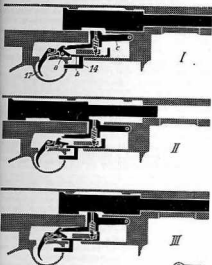

Fig. 4
**Riegel (13)** mit Griff, Spannstoßen und Riegelfeder, als Vorrichtung zum Öffnen des Verschlusses. (Während des Schiessens bleibt der Riegel unbeweglich in seiner vorderen Stellung.)
**Sicherungsschieber (14)** zum Sichern der Waffe. Er dient ebenfalls als Umsteller für Serien- und Einzelfeuer.
**Magazinbefestigung**, bestehend aus dem Magazinhalter (15) und der Magazinhalterfeder. Hinter dem Magazinhalter ist eine Nase (16) angebracht, die eine unabsichtliche Betätigung des Magazinhalters bei der Handhabung der Waffe verhindert.
**Abzugvorrichtung**, bestehend aus dem Abzug (17), der Abzugfeder, dem Fanggelenk, der Fanggelenkfeder und dem Fanggelenkzulöser (vgl. Ziff. 10—16 und Fig. 4).
**Sperriegel (18)** als Sicherung der Verbindung zwischen Mantelrohr und Verschlusskasten.
**Verschlussmutter (19)** mit Schraubverschluss, ferner mit der Schließfeder (20) und dem Führungsstift der Schließfeder (21).
**Schaft (23)** aus Holz, mit der Kolbenkappe (24) und dem Riemenleg.
(vergleiche Fig. 4)
(Fig. 4 I)
(Fig. 4 II)
(Fig. 4 III)